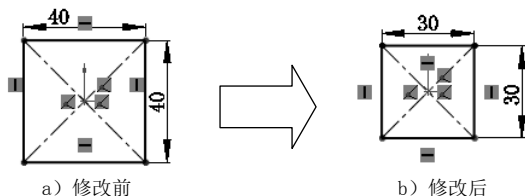

图 5.14.3 修改截面草图
Step3. 修改截面草图。将截面草图尺寸约束改为如图 5.14.3 所示, 单击  按钮, 完成截面草图的修改。